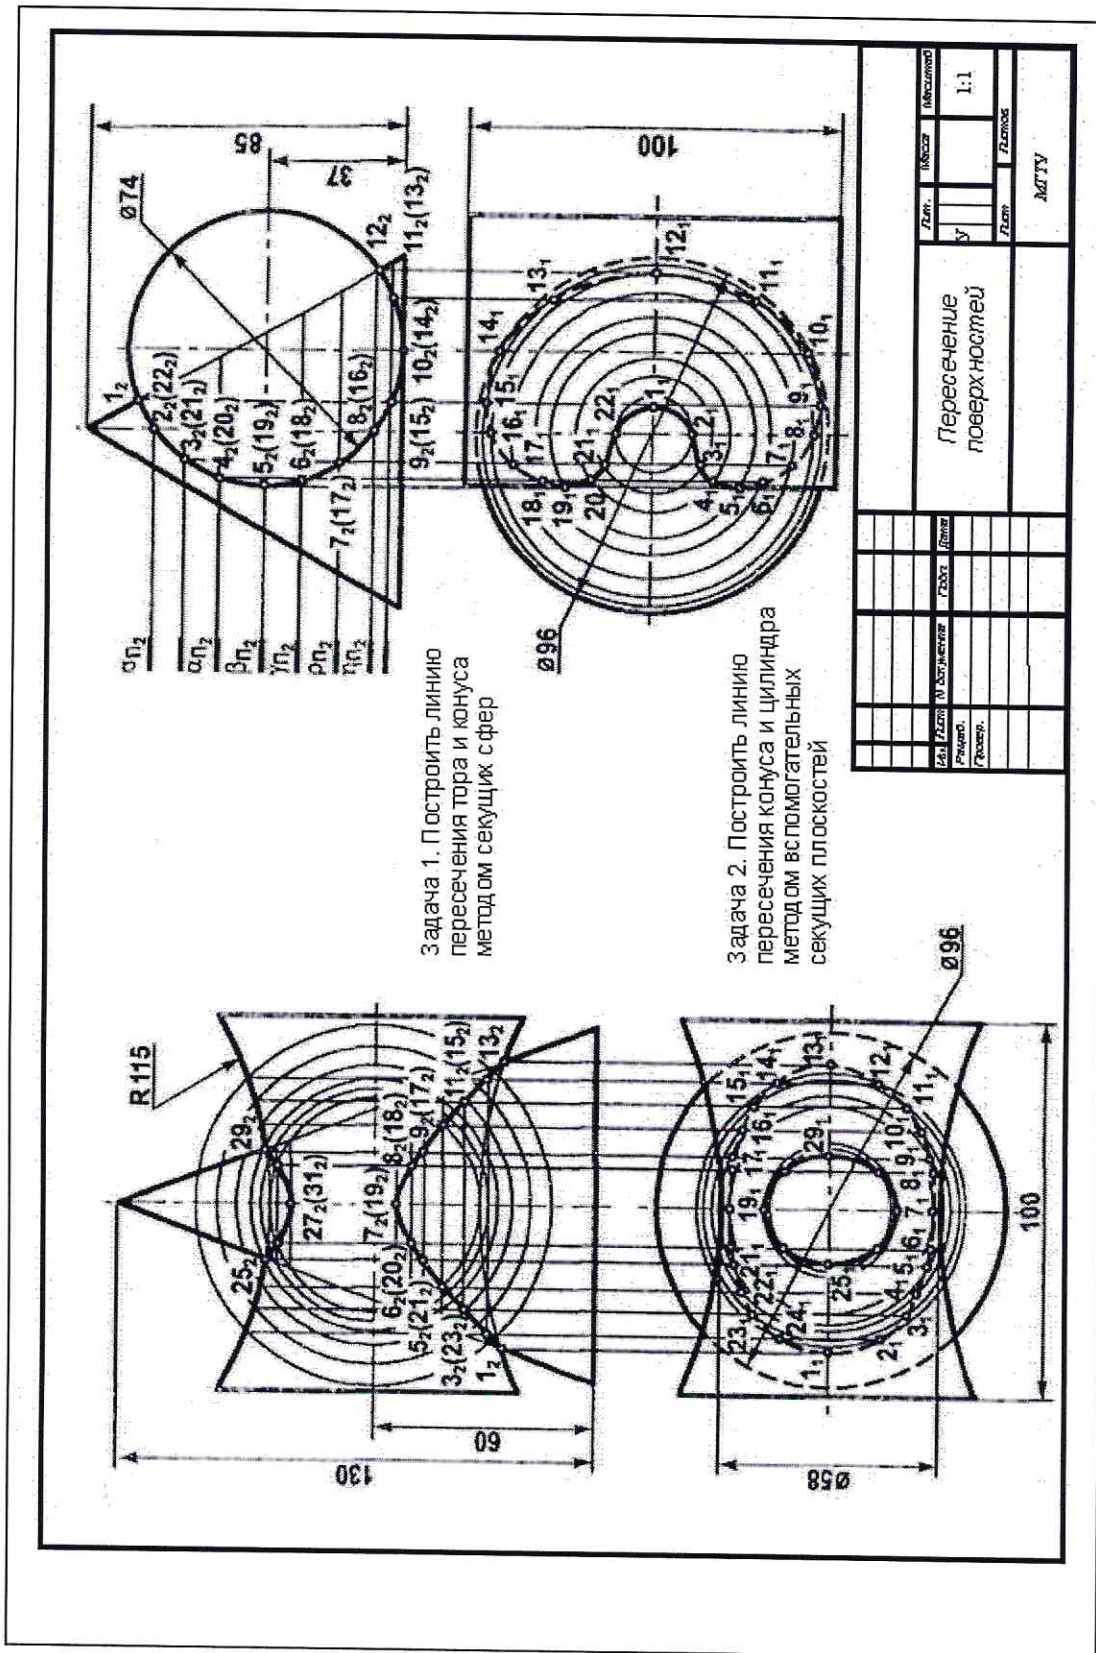

Рисунок 5 – Образец выполнения работы «Пересечение поверхностей»
- 4 После выполнения чертежа в тонких линиях необходимо проверить его и обвести. Варианты индивидуальных заданий приведены на рис. 4. Образец выполнения работы представлен на рис. 5